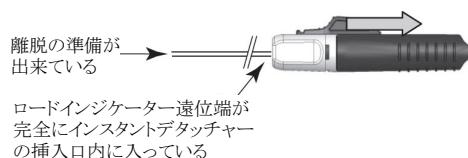

図 4
- 14) 塞栓用コイルを離脱させるため、インスタントデタッチャーを手掌で持ち、止まってカチツと音がするまで親指でスライドを手前に引き、次にこのスライドがゆっくりと元の位置まで戻るのを待つ。インスタントデタッチャーを取り外す。必要に応じ、スライド動作終了時にインスタントデタッチャーを取り外すことも可能である。その場合は、スライドを最も手前の位置に保持したままインスタントデタッチャーを取り外す(図 4 参照)。